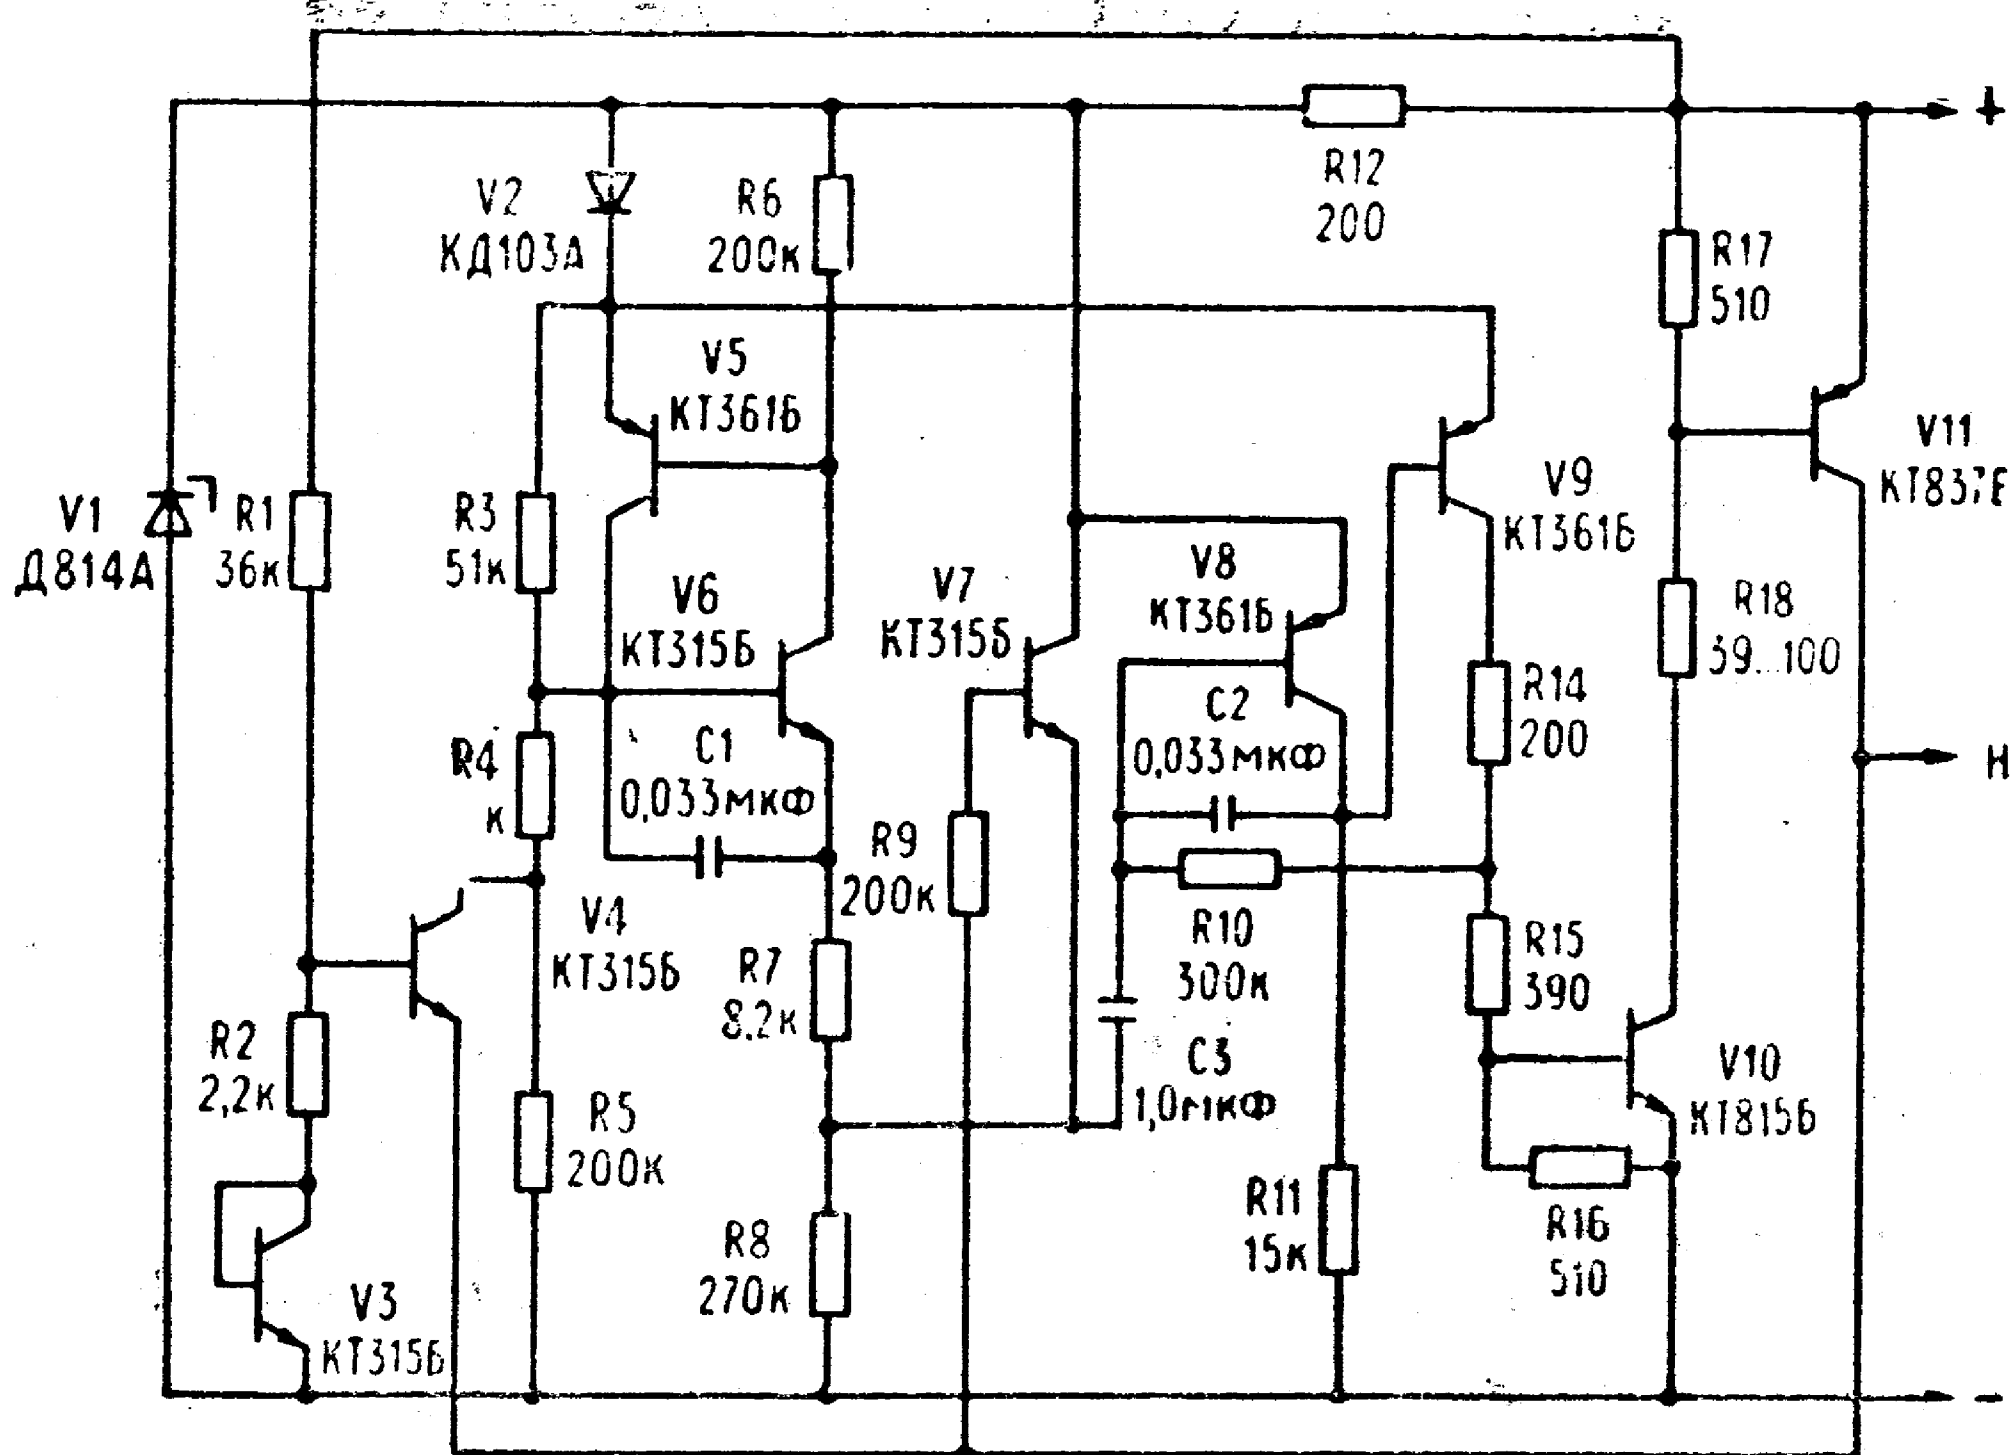

Рис. 37. Электрическая принципиальная схема прерывателя указателей поворотов ИЖ РП.4:
5.4.14. Прерыватель указателей поворотов ИЖРП-4 (рис. 37) предназначен для прерывания цепи питания сигнальных ламп указателей поворотов и контроля исправности этих ламп.